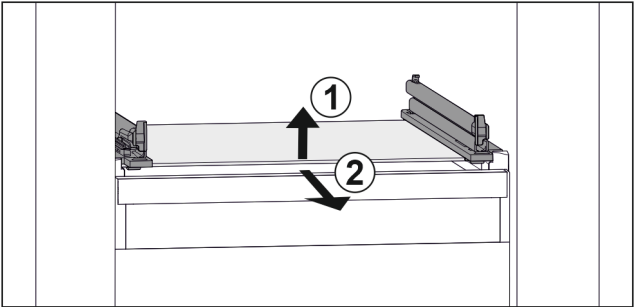

Fig. 141 Representación de la placa de vidrio a modo de ejemplo
- ▶ Levante la placa de vidrio por delante. Fig. 141 (1)
- ▶ Retire la placa de vidrio hacia delante. Fig. 141 (2)